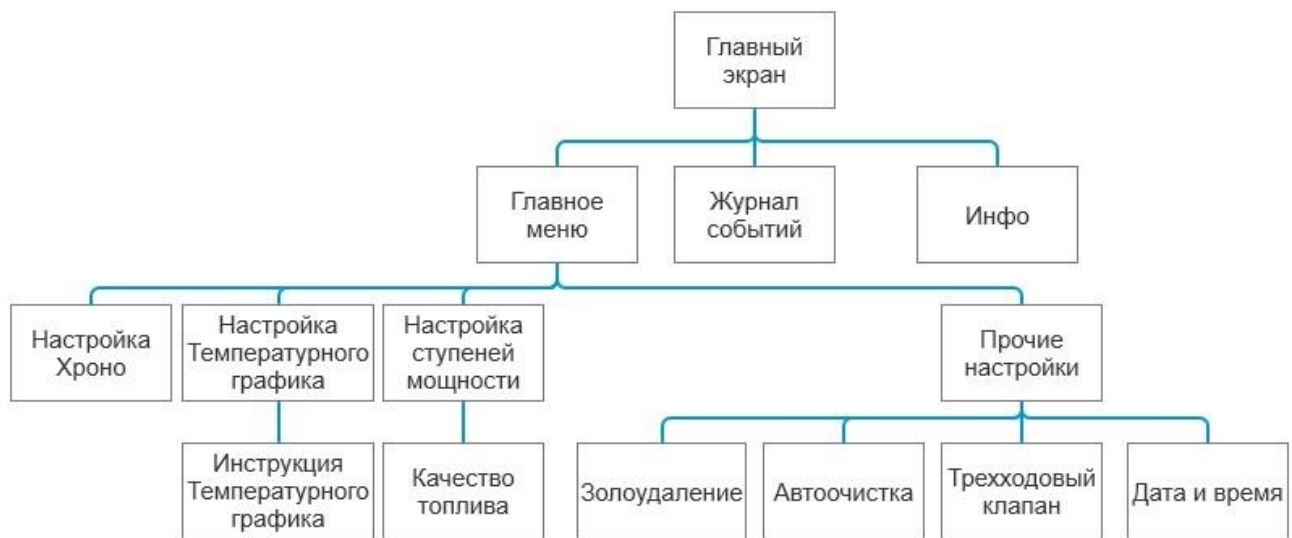

Рис. 33
Интерфейс оператора реализован в виде экранов. Структура экранов показана на рис.33.
Для того чтобы задать новое значение необходимо осуществить нажатие на соответствующее серое поле, на появившейся клавиатуре (рис.33) ввести требуемое числовое значение параметра и сохранить его кнопкой .
- Иконка авария  – активна при возникновении аварийной ситуации; на рис. 33 не показана;
- Иконка  – становится активной при срабатывании датчика нижнего уровня топлива в бункере; на рис. 33 не показана.